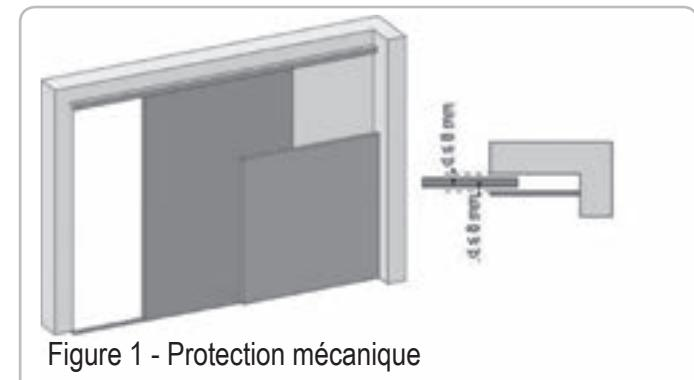

Figure 1 - Protection mécanique
ZONE 2* Risque d'écrasement avec une partie fixe attenante	Détection d'obstacle intrinsèque à la motorisation. Valider impérativement que la détection d'obstacle est conforme à l'annexe A de la norme EN 12 453). Protection par une protection mécanique (voir Fig.1) ou par des distances de sécurité (voir Fig.2)
2.1 Composition - Fig. 1